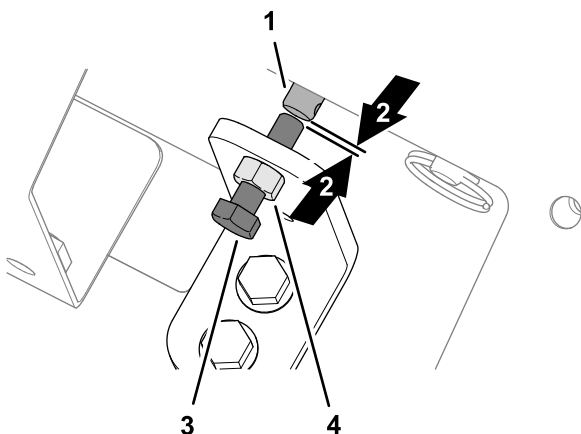

Figura 34
1. Allentate il controdado in corrispondenza della staffa del sistema di esclusione (Figura 34).
2. Ruotate la vite a testa esagonale del sistema di esclusione della valvola in senso orario sinché non vedrete una piccola apertura tra l'estremità della vite e l'estremità dello stelo del solenoide della velocità del piano (Figura 34).
3. Serrate il controdado (Figura 34).